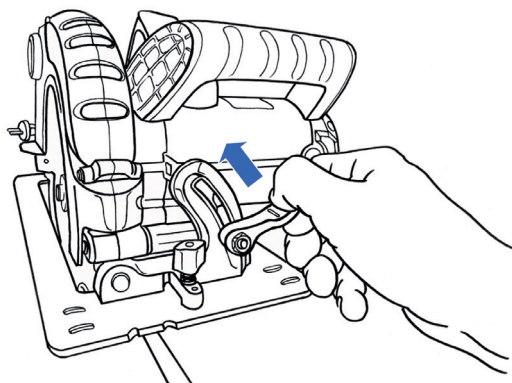

Рис. 9
- Ослабьте рычаг фиксации угла наклона диска, повернув его вверх (рис. 9).